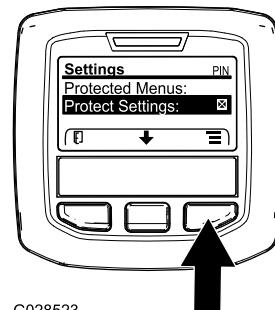

Figura 9
1. Desde el MENÚ PRINCIPAL, use el botón central para desplazarse hacia abajo hasta el menú CONFIGURACIÓN y pulse el botón derecho (Figura 9).